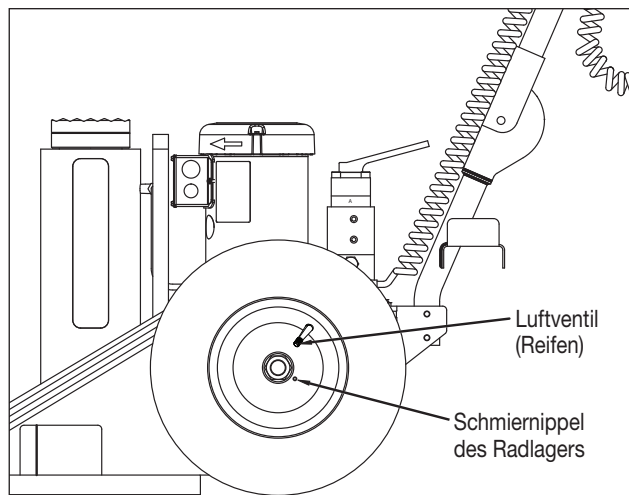

Abbildung 8: Wartung der Räder und Bereifung
6.4 Räder und Bereifung (siehe Abbildung 8)